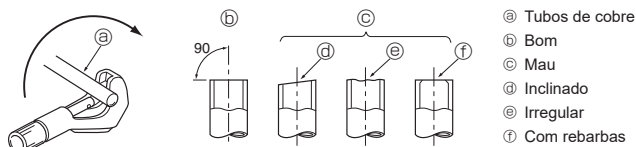

Fig. 5-2
5.3.1. Corte do tubo (Fig. 5-2)